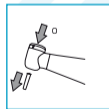

Afb. 4.1
- 1) Plaats de boor door deze lichtjes te draaien totdat de boor vastzit in het vergrendelmechanisme (afb. 4.1).